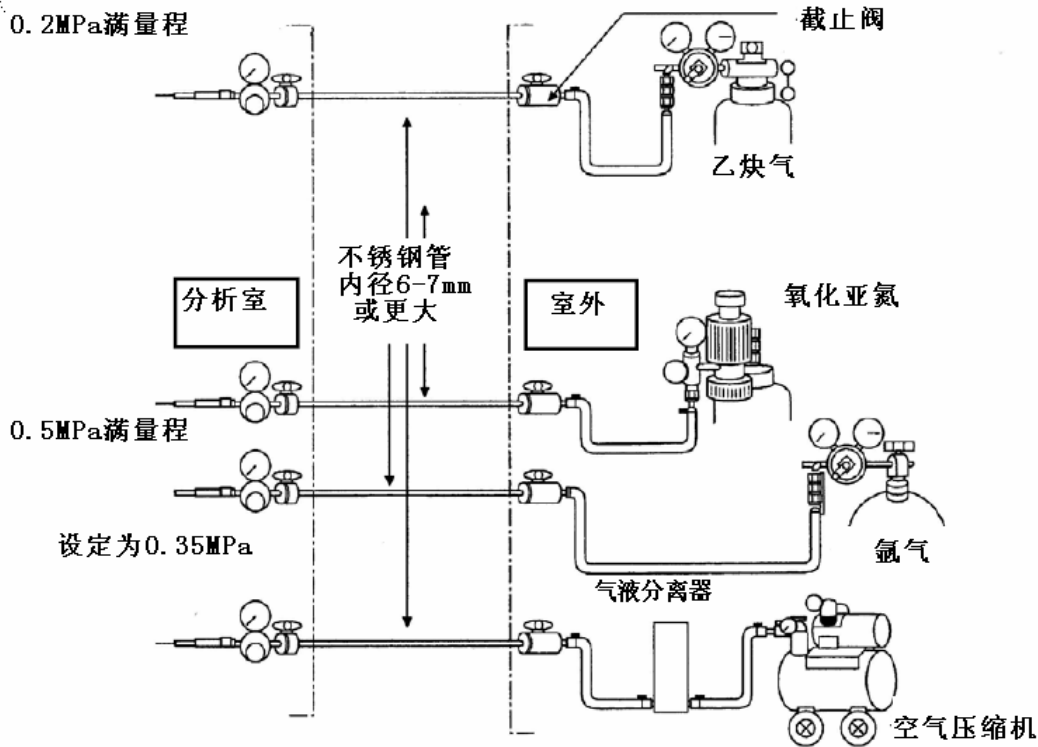

图 2.2 原子吸收管路安装推荐图
- (c) 对于空气管，请按图 2.2 所示安装气液分离器，如果所供空气非常干燥，则不需要气液分离器。
- (d) 管路图参考图 2.2 所示。